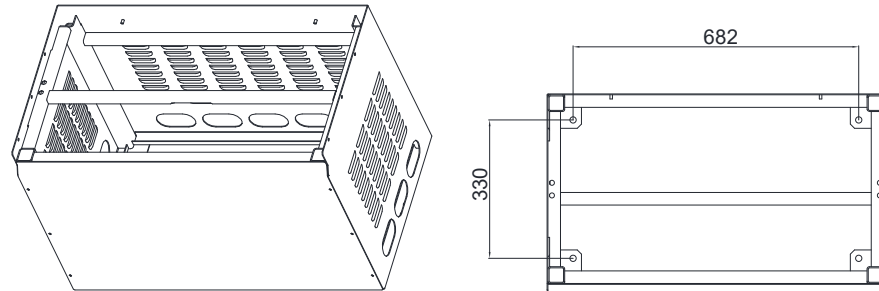

Figura 4 Diagrama dimensional para tipo J con base opcional
- Nota 4: La estructura tipo J tiene una base como configuración estándar, con una altura H de 1633 mm incluyendo la base; los orificios de fijación se muestran en la Figura 4.